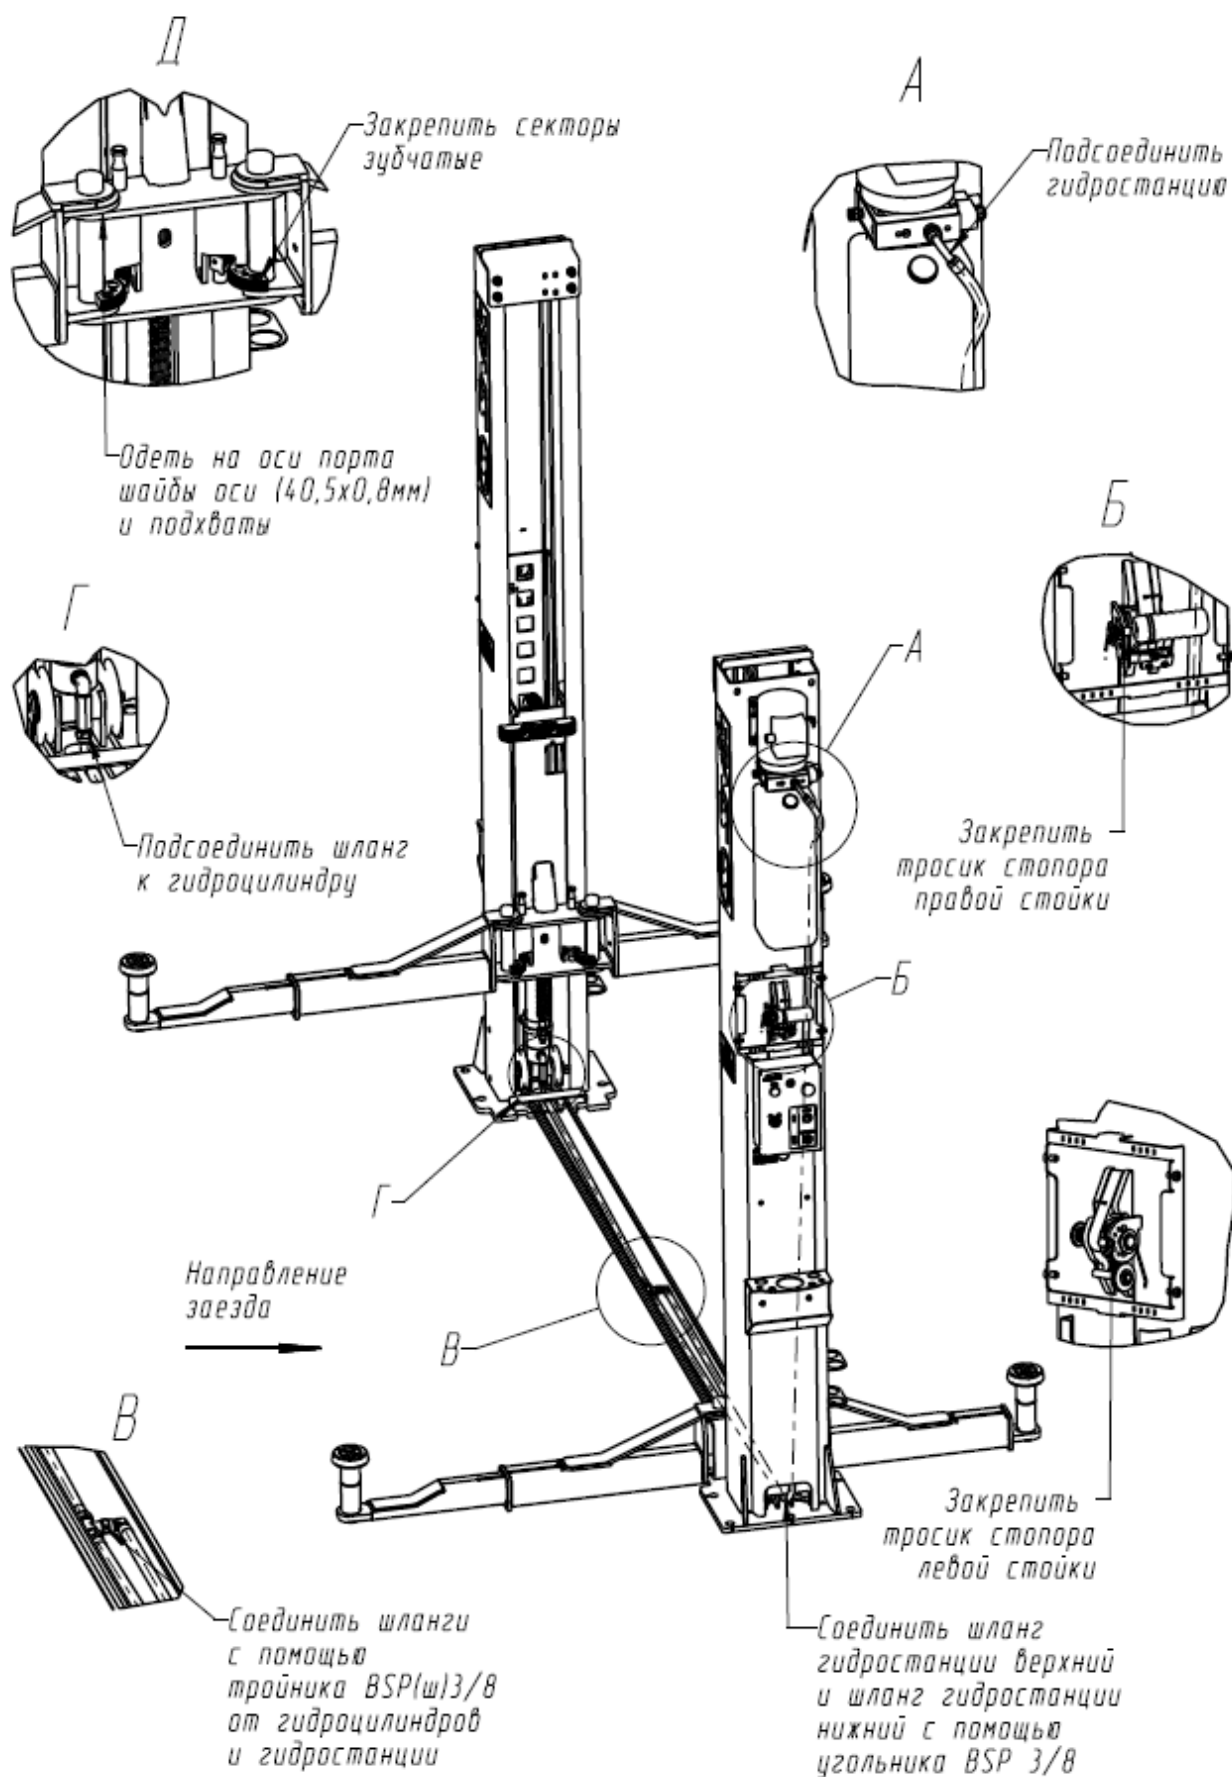

Рисунок 6.3 - Соединение рукавов высокого давления и крепление тросика стопорения.
6.4 Рукава высокого давления (шланги) соединить между собой при помощи тройника согласно схеме гидравлической принципиальной (см. приложение А и Рисунок 6.3). При затяжке гаек не допускается скручивание рукавов. Тройник должен располагаться горизонтально (см. Рисунок 6.3 вид В).
6.5 Установить тросик системы стопорения (см. Рисунок 6.3). Для этого снять кожуха правой и левой стойки. Тросик системы стопорения зафиксировать на барабане правой стойки (см. Рисунок 6.3, вид Б). Другой конец тросика протянуть к барабану левой стойки – вниз, затем горизонтально с использованием отклоняющих блоков и вверх (перед барабаном левой стойки закреплен еще один отклоняющий блок). Выбрать слабинку тросика и зафиксировать его на барабане левой стойки.
6.13 Установить шайбы оси порта каретки 40,5x0,8. Затем установить подхваты на вваренные в каретки оси и зафиксировать, закрепив на нижней вилке подхвата зубчатые секторы. Убедиться что подхваты опираются на шайбы оси. Допускается разно-высотность подхватов до 15 мм. На оси портов кареток надеть заглушки оси порта каретки (пластик) (см. Рисунок 6.3). Эксплуатация подъемника без установки зубчатых секторов не допускается.